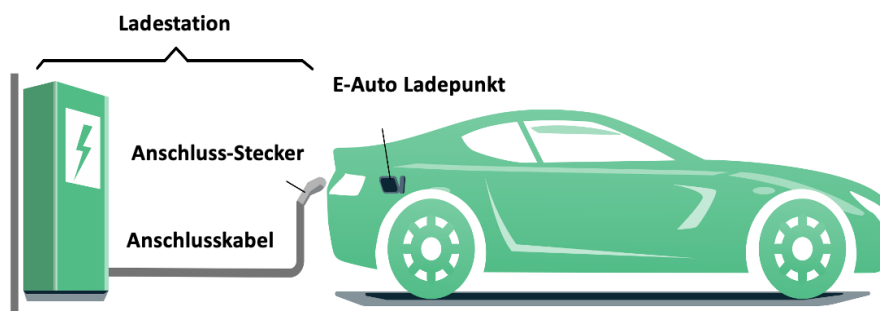

Abbildung 1 - Schematische Zeichnung der CASE C Verbindung
- Der **IEC 61851-1(3.1.12)** folgend, ermöglicht die DaheimLaden V1 & V2 Wallbox eine Ladeverbindung gemäß Case-C Verbindung (siehe Abbildung 1).